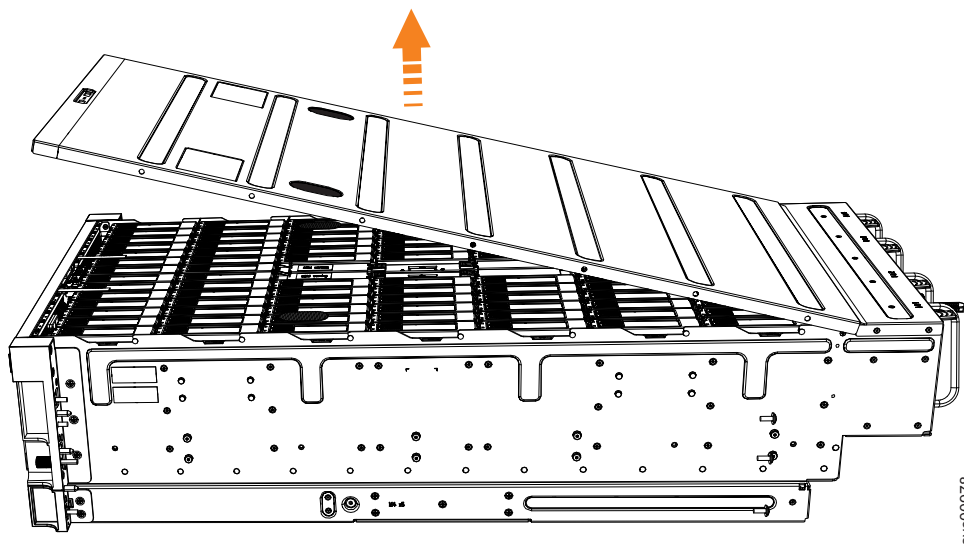

Рисунок 53. Снятие крышки 2145-92F
4. Осторожно поднимите крышку (см. рис. 53).